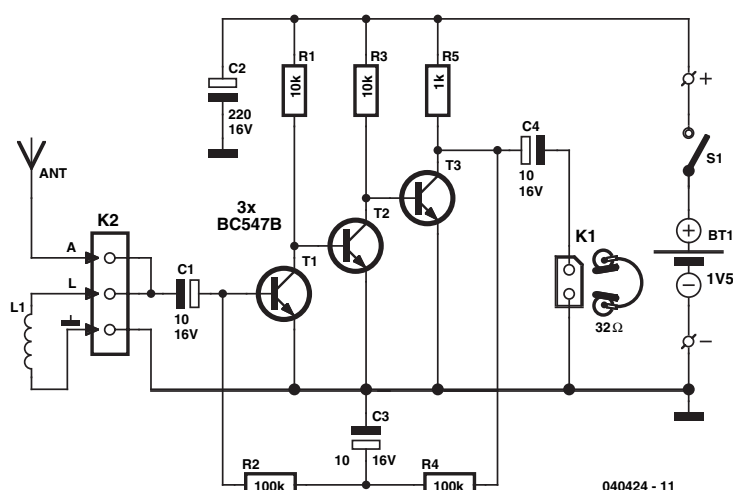

Figura 1. El circuito está formado por un amplificador de baja frecuencia (BF) muy sensible, con un conector para unos auriculares en su salida.
El esquema eléctrico del circuito que se muestra en la **Figura 1** está formado por un amplificador de baja frecuencia muy sensible, con un conector para auriculares en su salida. El amplificador de tres etapas, acoplado directamente, realiza el ajuste automático de sus propias tensiones por medio de un camino de realimentación en continua (DC) desde la salida del amplificador, a través de las resistencias R4 y R2. Cualquier componente de una señal alterna (AC) será llevada directamente a masa a través del condensador C3. El nivel de la tensión de